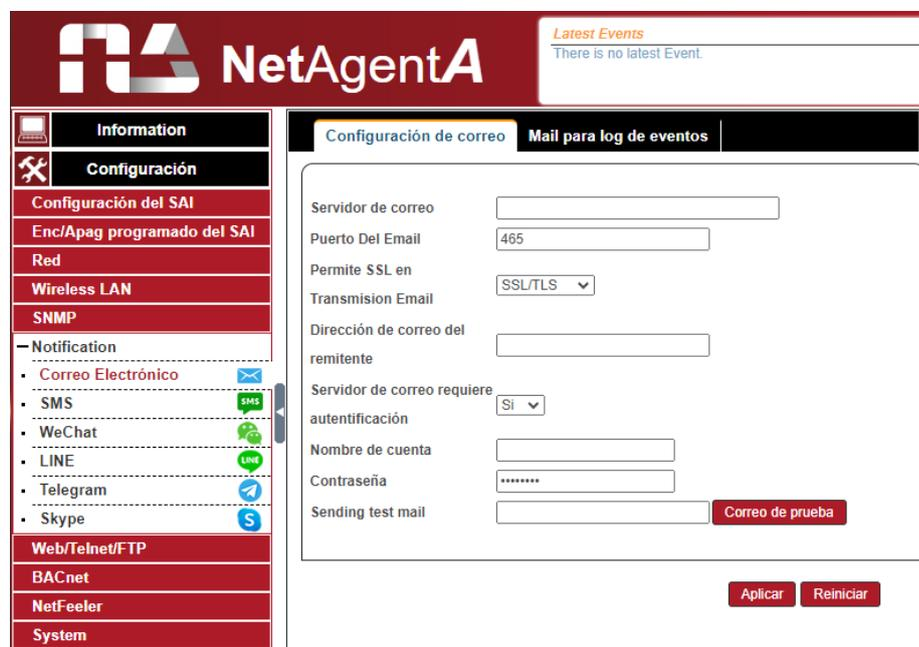

Fig. 5-9 Menú Configuración
- En el menú de “Configuración” podrá encontrar las principales configuraciones de la tarjeta (Fig. 5-9).